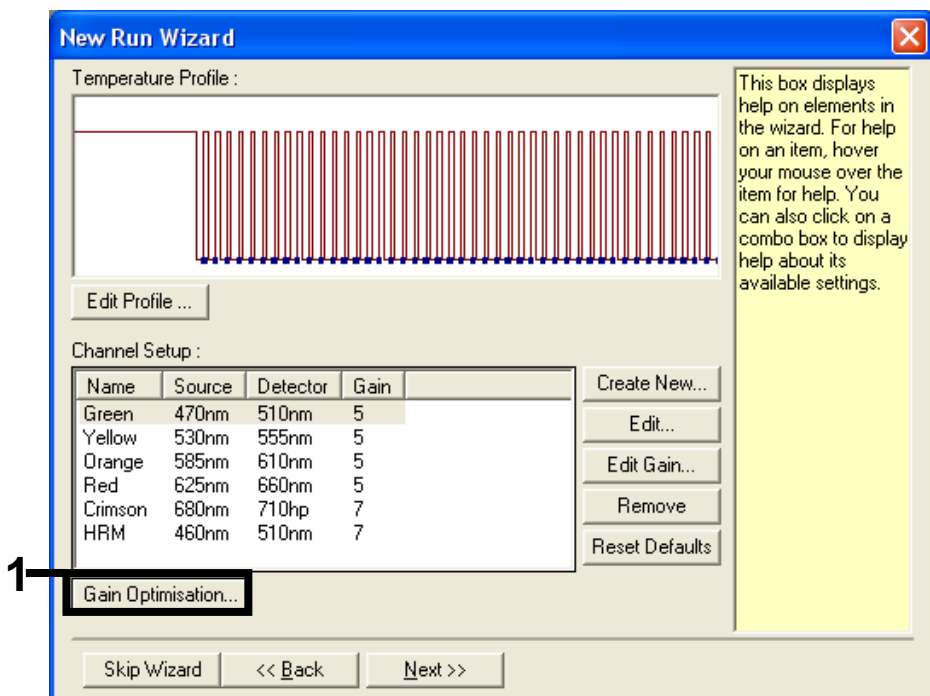

Figura 30. "Gain Optimisation" (Otimização do ganho).
12. Na nova janela, clique em Gain Optimisation (Otimização de ganho) (Figura 30).